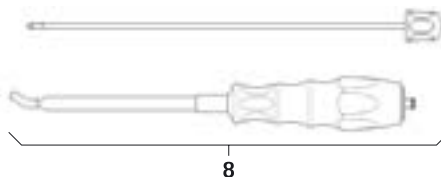

Fig. 3
- Desmontar o instrumento introdutor de barras 8, ver Fig. 3: remover a parte interior.